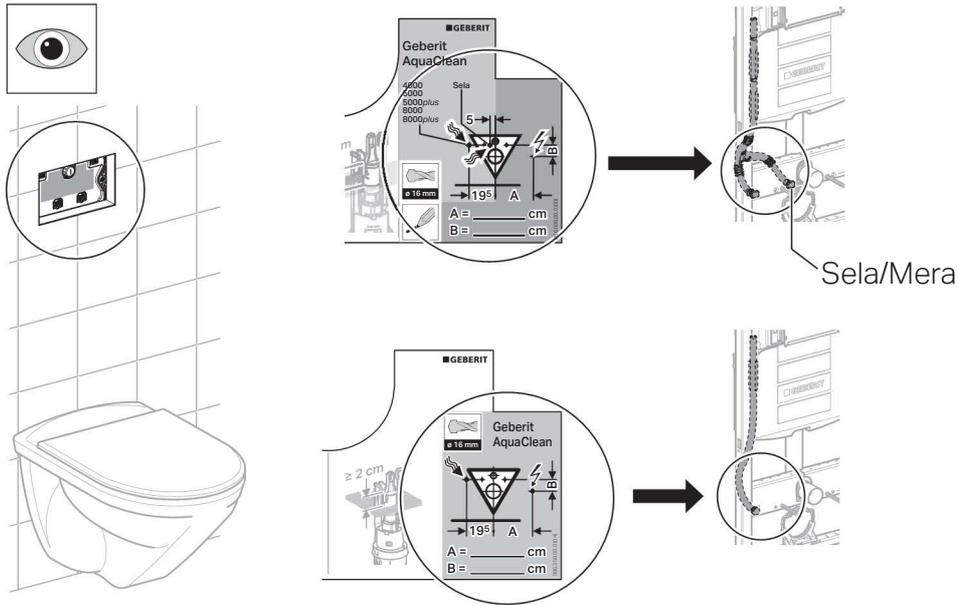

Bild 167: Art des Wasseranschlusses
- 1) Bei Installationselementen für Wand-WC seit April 2013 ist das Y-Leerrohr vormontiert. Der blaue Aufkleber mit dem Hinweis zu den Geberit AquaClean Modellen auf der Schutzplatte weist auf ein vorhandenes Y-Leerrohr hin (siehe Bild 167 auf Seite 167).
- 2) Bei Installationselementen für Wand-WC ist das Leerrohr vormontiert. Der blaue Aufkleber auf der Schutzplatte weist auf ein vorhandenes Leerrohr hin (siehe Bild 167 auf Seite 167).